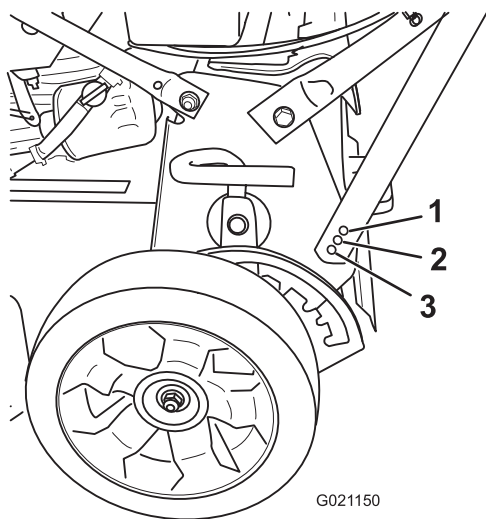

Figure 6
2. Retirez le boulon du guidon et insérez-le dans l'un des 3 trous situés au bas du support de guidon (Figure 6).